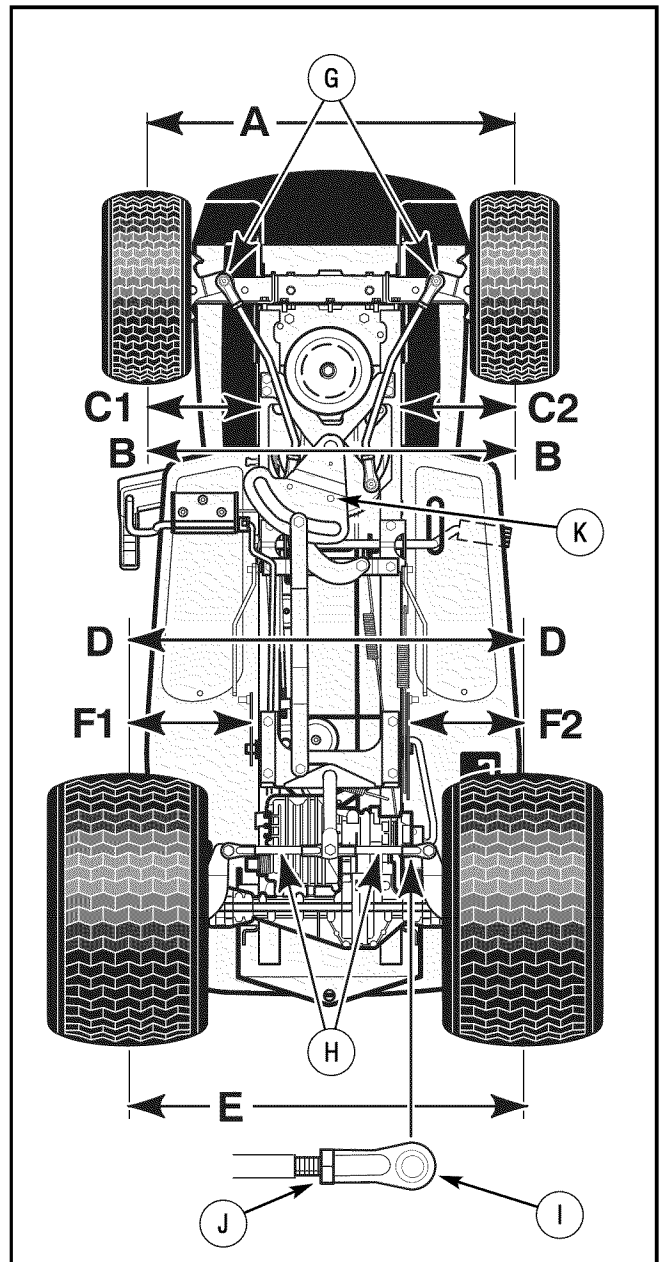

Figura 42: Alineación de las Ruedas
2. Para mantener la alineación entre la dirección del sector y la placa de dirección durante este procedimiento, inserte un perno o clavija con una medida que oscile entre 7/16 y 1/2 pulgadas en el orificio de la placa de dirección y por el orificio de la dirección (vea la Figura 42).
3. En primer lugar, revise las mediciones A, B, C1 y C2 (vea la Figura 42).
- Si las mediciones no son correctas, afloje las tuercas de bloqueo situadas en cada uno de los extremos de las varillas de unión (vea la Figura 42). Gire las varillas de unión hasta que las mediciones sean correctas.